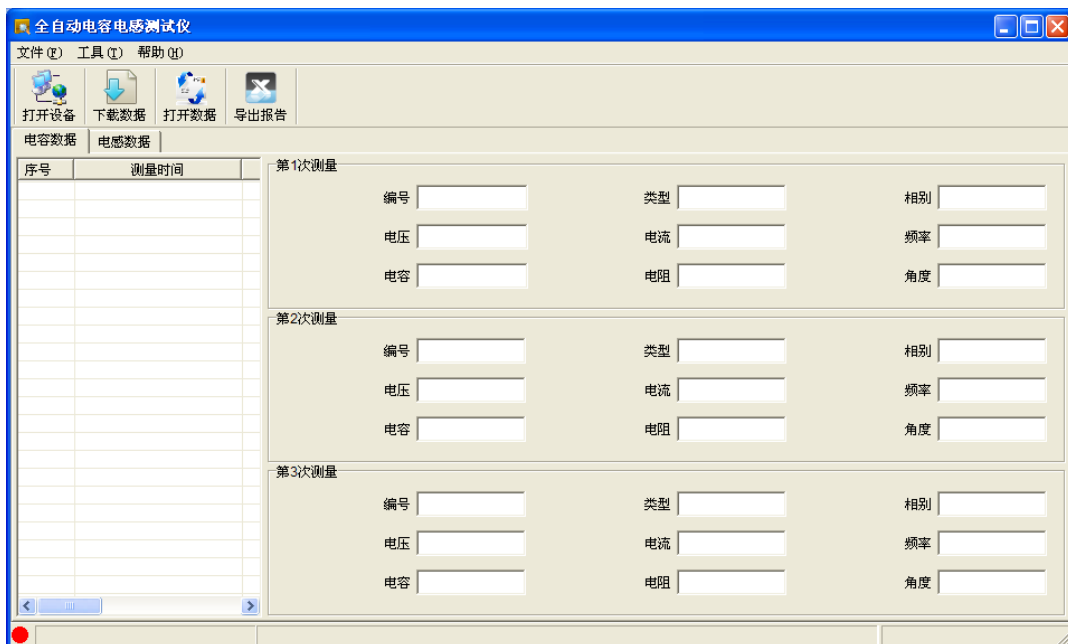
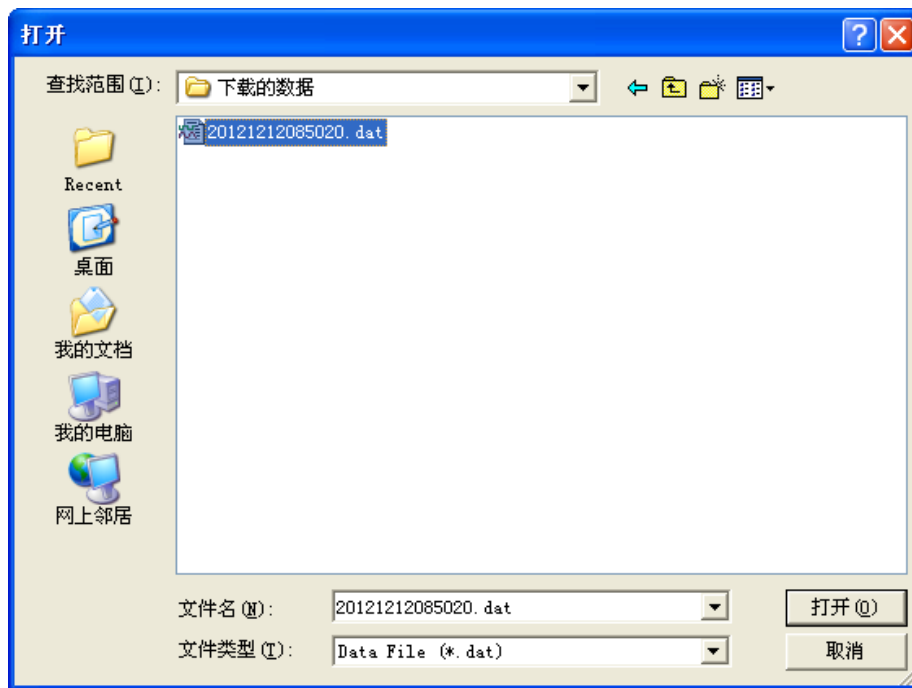

图 4.4 软件界面
图 4.11 打开数据
1. 通信连接线连接好后，打开仪器电源，待仪器进入图 3.1 所示主界面后，点击“数据通信”，然后运行“全自动电容电感测试仪.exe”，如图 4.4 所示。
4. 打开数据：在图 4.4 中，也可以通过点击“打开数据”按钮，查看已保存在 PC 机中的历史数据，如图 4.11 所示。